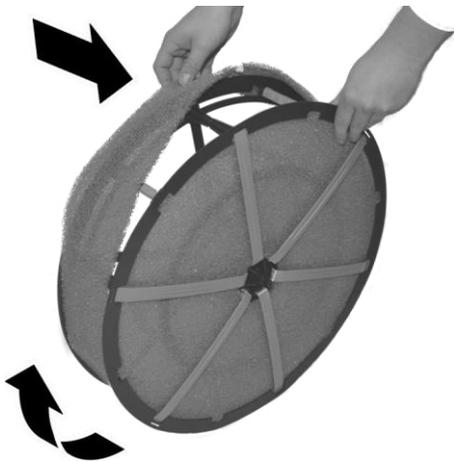

Abb. 27: Äußeren Verdunstfilter überziehen
- 10.** ▶ Neuen äußeren Verdunstfilter vorsichtig über die Filtertrommel ziehen (Abb. 27), dieser kann reißen.